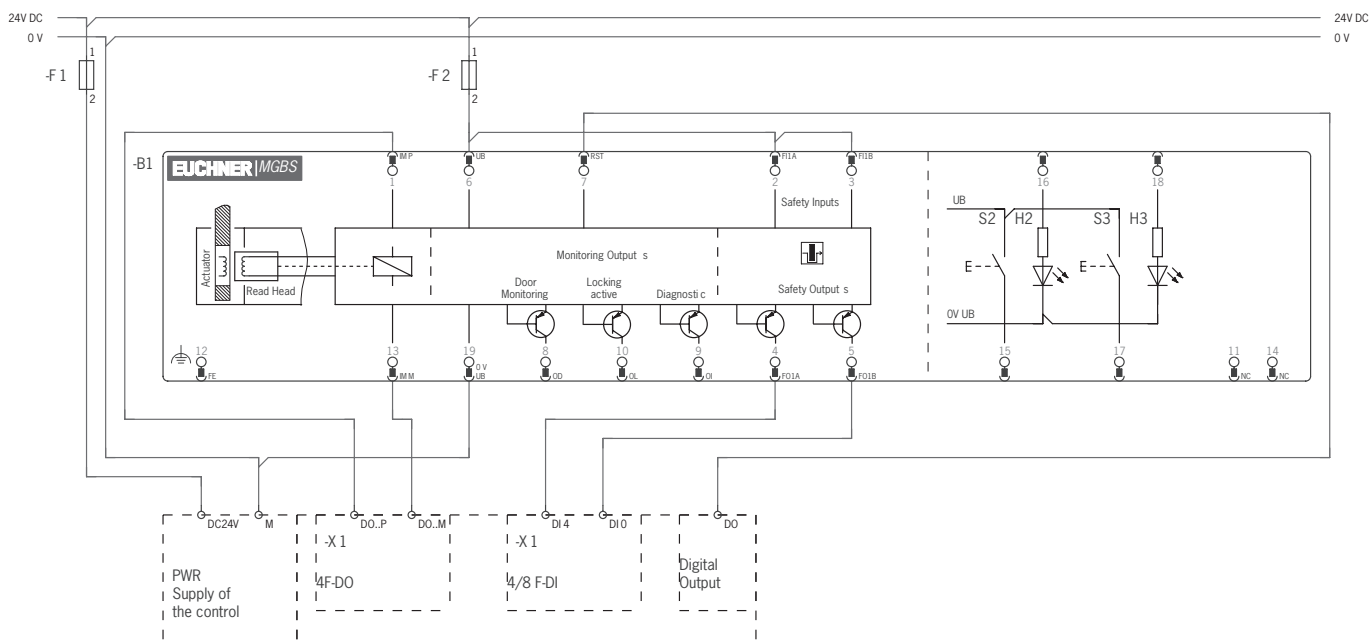

Fig. 7 : Exemple de raccordement à ET200
- En cas de commande sur deux voies de la tension de l'électroaimant par des sorties de sécurité d'une commande / d'un automate, il convient de respecter les points suivants (voir aussi Fig. 7 à la page 35) :